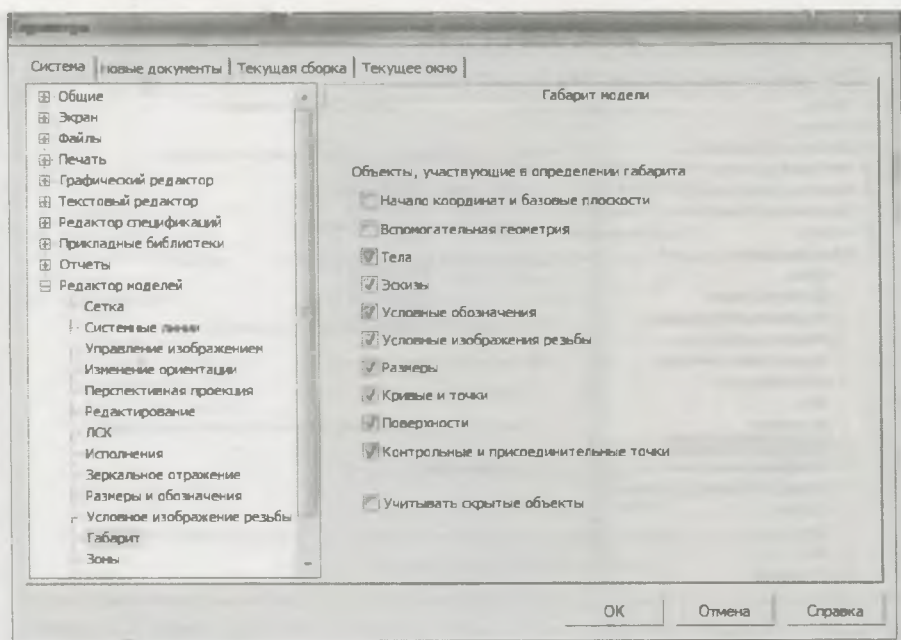

Рис. 27.6. Диалоговое окно Параметры с открытой панелью Габарит модели
- ◆ щелкните ЛК мыши по пункту Габарит — в правой части откроется панель Габарит модели (рис. 27.6). На этой панели поставьте "флажки" в тех окнах объектов, которые должны учитываться при построении его *габаритного параллелепипеда*. По умолчанию настройка задана оптимально;